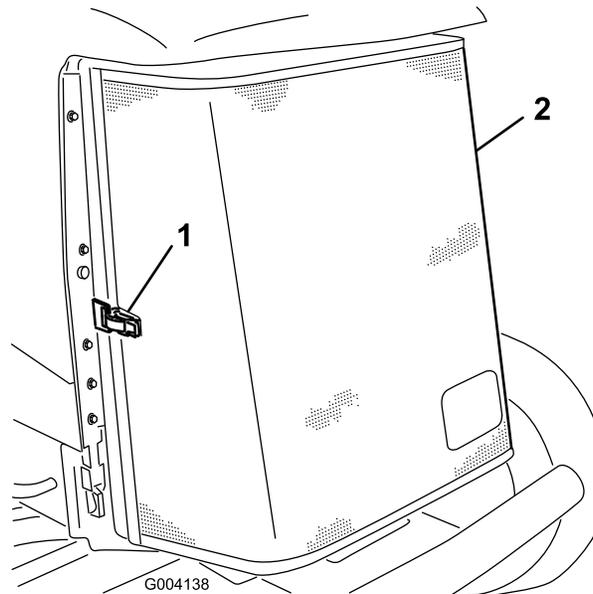

Figura 142
3. Sbloccate il morsetto e aprite la griglia posteriore (Figura 142).